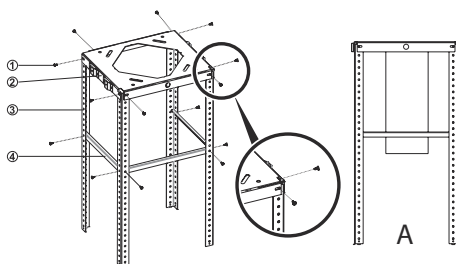

Fig. 11
- 1.** ➤ Montera stängerna (3) på takplattan genom att skruva fast dem med 8st 3,5x9,5 skruvar (1). Observera att hacken i stängerna ska passa takplattan (Fig. 11).
- 2.** ➤ Stabiliseringsbeslaget ska monteras mellan stängerna (4) med 6st 3,5x9,5 skruvar (1) Fig. 11).
- 3.** ➤ Koppla utsugskanalen till fläktens utsug (Fig. 11/A).